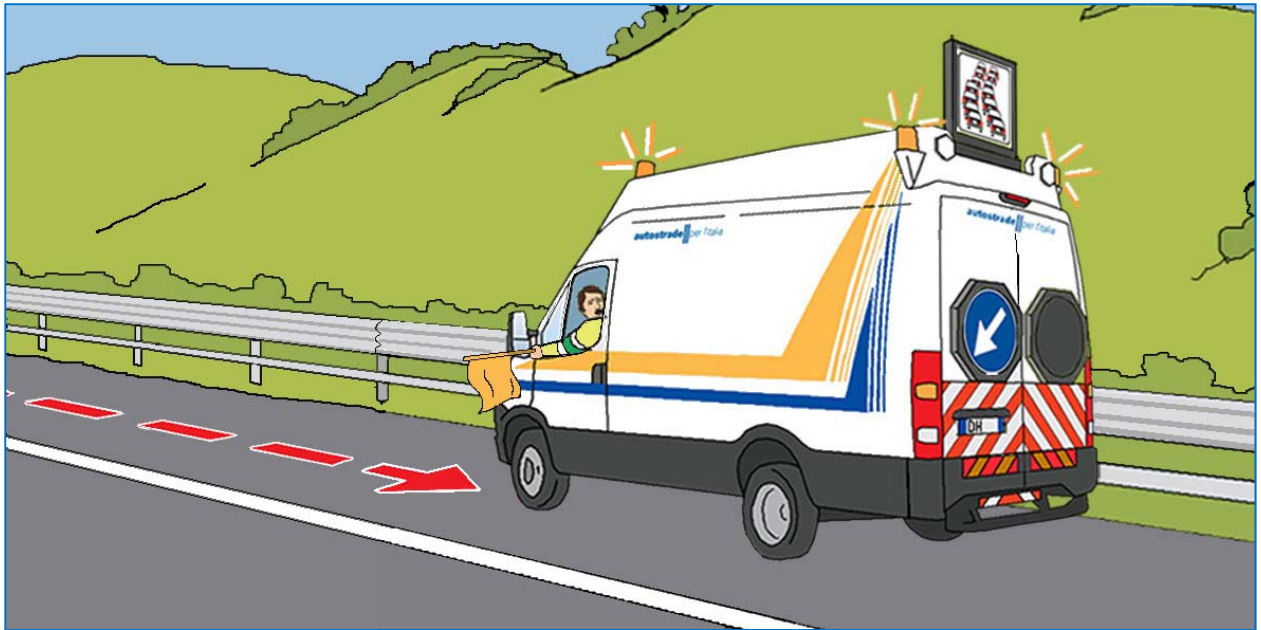

Fig. 11
- ✚ Ove la linea o la Sala Radio, anche sulla base delle informazioni fornite dall'operatore, richiedano prioritariamente l'intervento di segnalamento al traffico sopraggiungente, tornare a bordo del mezzo ed effettuare la presegnalazione dell'evento con gli appositi pittogrammi del PMV in dotazione, anche percorrendo la corsia di emergenza in retromarcia per arretrare il punto della segnalazione all'aumentare della coda o del rallentamento. A veicolo fermo integrare eventualmente con azione di sbandieramento dal posto guida (fig.11)